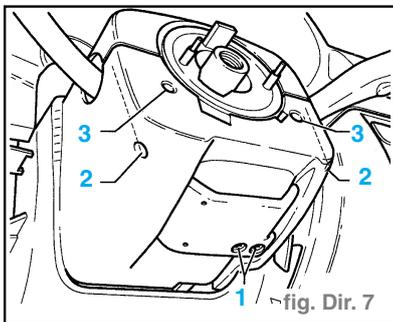

fig. Dir. 7
- Déposer les vis (1), (2) et (3) (fig. Dir. 7).